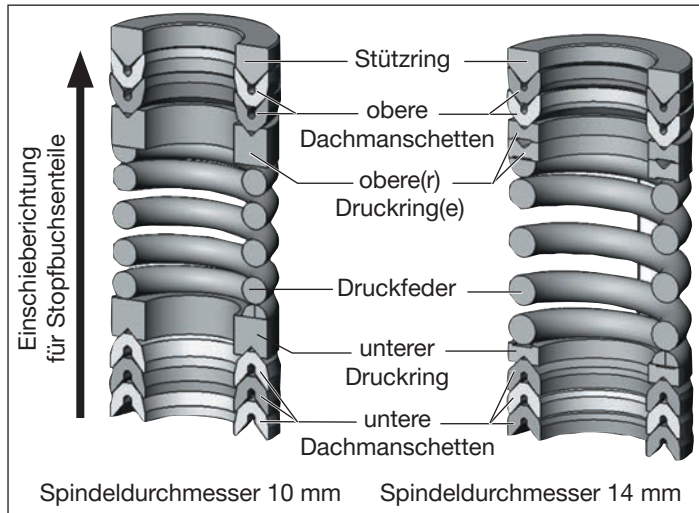
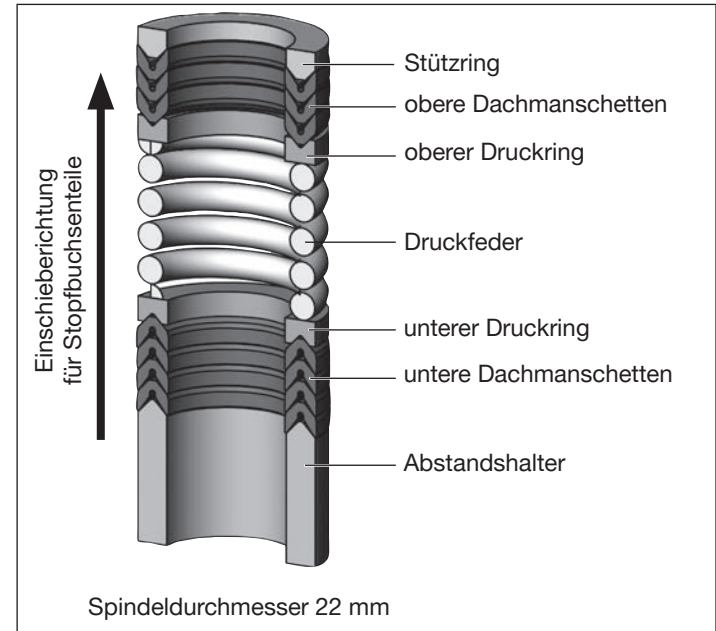

Bild 29: Dichtungssatz für Stopfbuchse
Bild 30: Dichtungssatz für Stopfbuchse SP22
- Die Einzelteile in vorgegebener Richtung und Reihenfolge auf die Spindel stecken (siehe „Bild 29“ oder „Bild 30“).